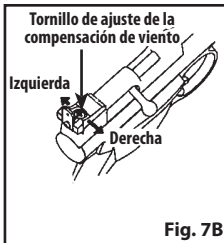

Fig. 7B
3. La mira trasera se puede ajustar para disparar a la derecha o a la izquierda (compensación de viento). Afloje el tornillo de ajuste de la compensación de viento girándolo en sentido contrario al de las manecillas del reloj. Mueva la mira a la derecha para que el perdigón golpee a la derecha en el blanco. Mueva la mira a la izquierda para que el perdigón golpee a la izquierda en el blanco. Después, apriete el tornillo de ajuste de compensación de viento girándolo en el sentido de las manecillas del reloj (Fig. 7B).